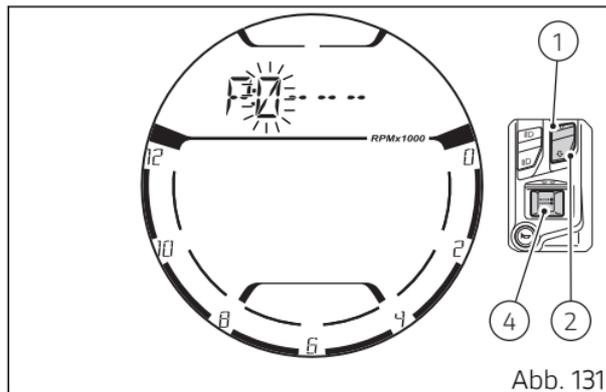

Abb. 131
Wird die Taste (1) oder die Taste (2) gedrückt, gelangt man in den Eingabemodus des PIN CODE, bei dem links die Ziffer „0“ (1. einzugebende Ziffer) (Abb. 131) blinkt.